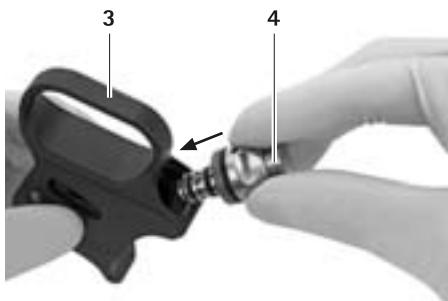

Fig. 3
- Visser le bouton d'irrigation 4 dans le manche MINOP TREND 3 jusqu'à la butée, voir Fig. 3.